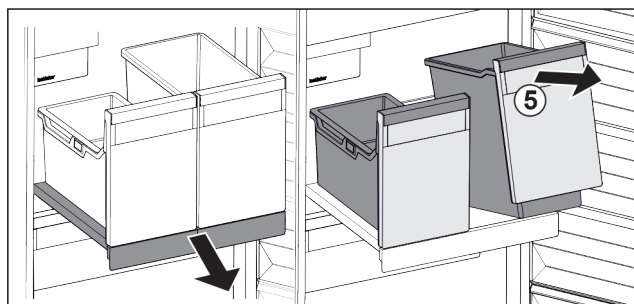

Fig. 100
- Unieść pojemnik Fig. 100 (5) z przodu.